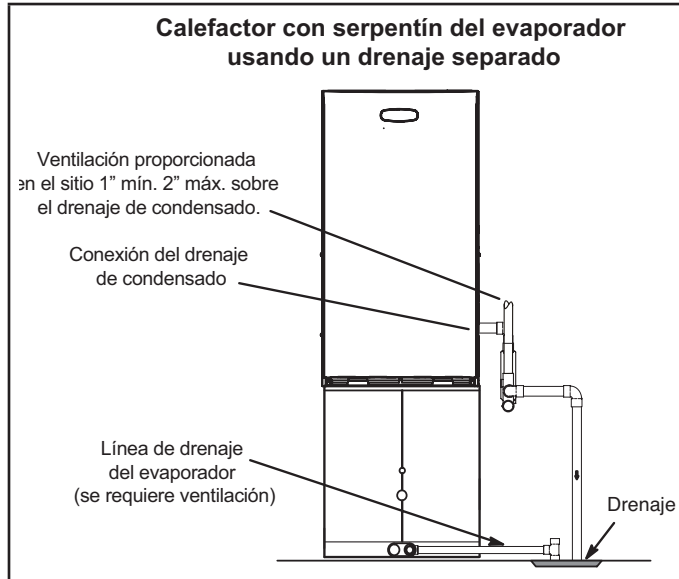
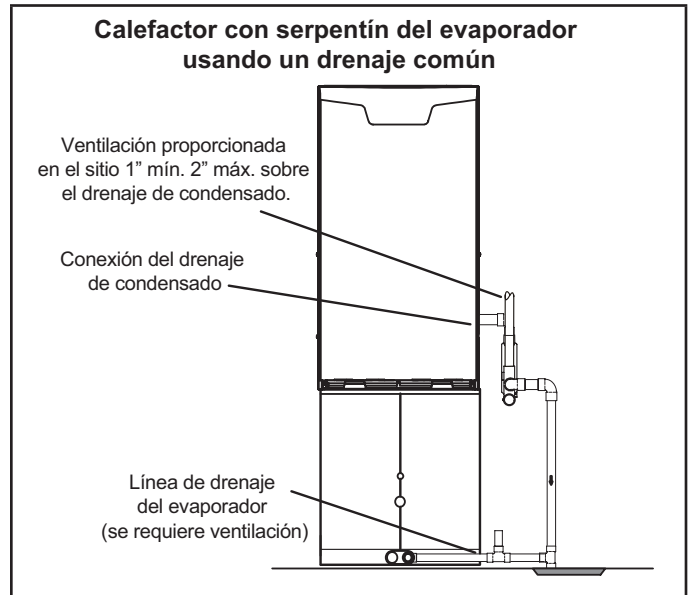

FIGURA 40
FIGURA 41
- 4 - La FIGURA 40 muestra el calefactor y el serpentín del evaporador usando un drenaje separado. Si es necesario, la línea de condensado del calefactor y del serpentín del evaporador se pueden drenar juntas. Ver la FIGURA 41 y la FIGURA 42. La ventilación proporcionada en el sitio debe ser de un largo mínimo de 1" hasta un largo máximo de 2" arriba de la conexión de la salida de drenaje de condensado.